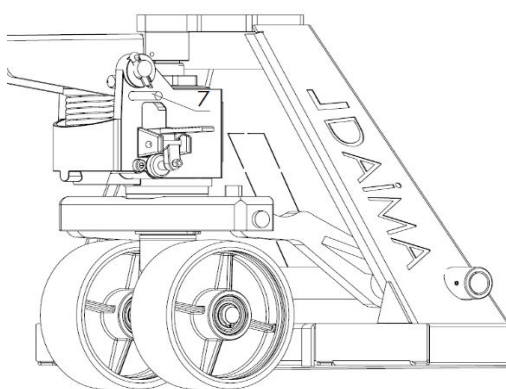

Figure 3
► Placez le levier de levage en position horizontale, puis retirez la goupille de fixation du ressort de la pompe hydraulique (voir Figure 3, pièce numéro 7) en la tirant, et conservez-la pour une utilisation ultérieure.